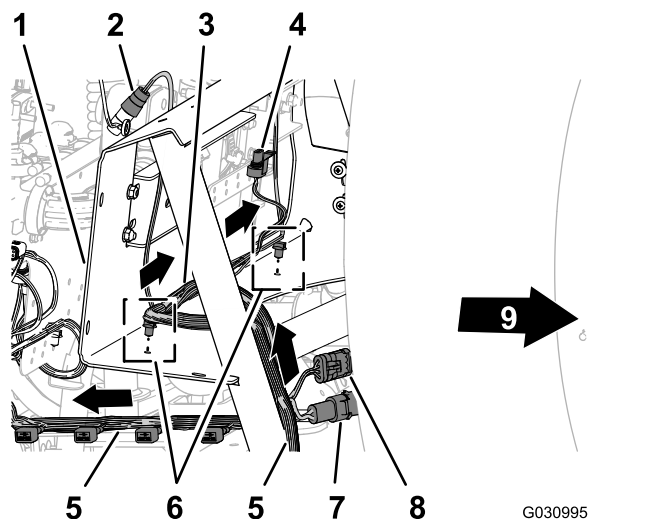

Figura 98
válvulas y hacia atrás, hacia el soporte de 10 válvulas, como se muestra en la Figura 98.
- Enrute la rama de 81 cm (32") del arnés de cables del caudalímetro y la válvula de agitación por delante del soporte del distribuidor (Figura 98).
- Introduzca las grapas de la rama de 81 cm (32") del arnés de cables en los orificios de la pestaña inferior del soporte del distribuidor (Figura 98).